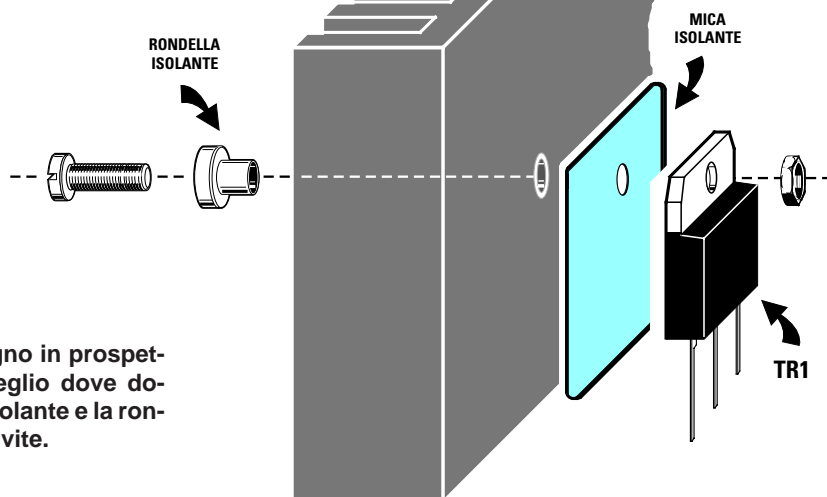

Fig.30 In questo disegno in prospettiva potete vedere meglio dove dovete fissare la mica isolante e la rondella di plastica sulla vite.
**Importante** = Poichè il corpo **metallico** di questo transistor deve risultare **isolato** dal metallo dell'**aletta** di raffreddamento, per fissarlo dovete inserire tra esso e l'aletta, la **mica isolante** che troverete nel kit (vedi fig.30), inserendo poi nella vite di fissaggio, dal lato del dado, la **rondella isolante** anch'essa presente nel kit.